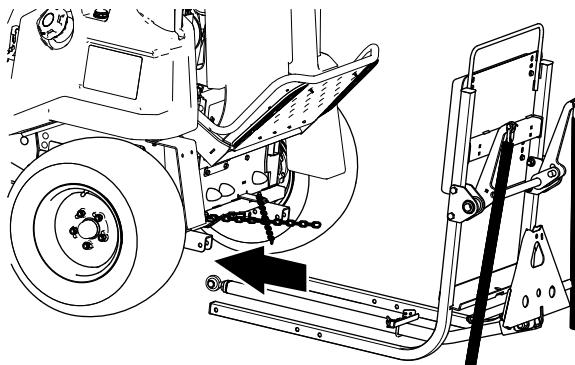

Figure 11
- Fixez la patte de butée de remorquage sur la barre d'attelage à l'aide d'un étrier fileté et de 2 contre-écrous (5/16 po), comme montré à la Figure 11.
- Glissez le cadre de levage d'accessoire arrière sous la machine (Figure 11).